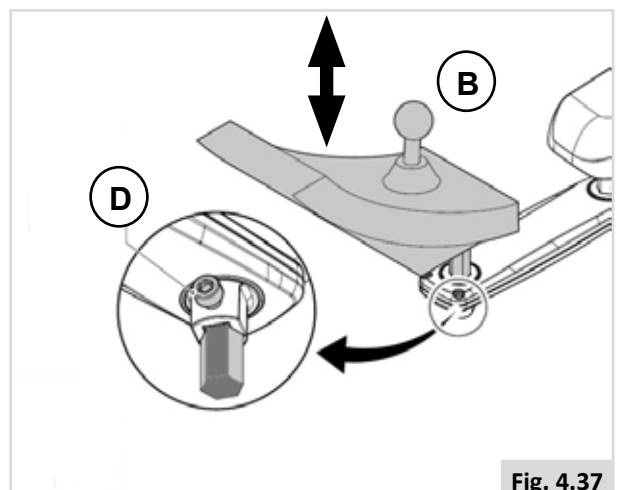

Fig. 4.37
Réglage de la hauteur du boîtier de commande (2), (Fig. 4.37)
1. Desserrez (D).
2. Glissez (B) à la position désirée.
3. Resserrez (D).